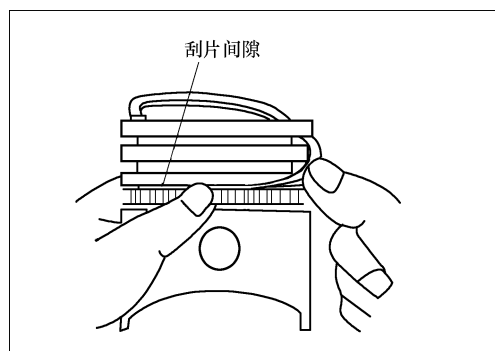

图 2-120 安装刮片
② 放入上边刮片。安装刮片时，可先将刮片的一头压入活塞油环槽内，然后如图 2-120 所示用拇指将刮片的其余部分压入油环槽。